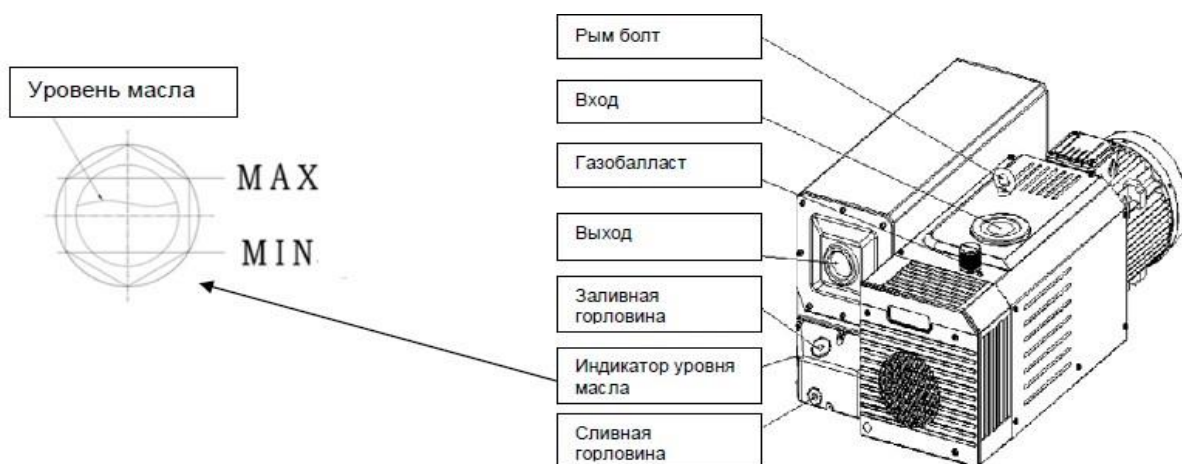

Рисунок 3 – Заливка масла
- Отверните винт из отверстия для слива масла (рисунок 3) и оставьте на некоторое время до прекращения слива масла. Затем заверните винт на место и включите насос на 10 секунд. Это нужно для того, чтобы масло вытекло из насоса в емкость для масла (рисунок 3).